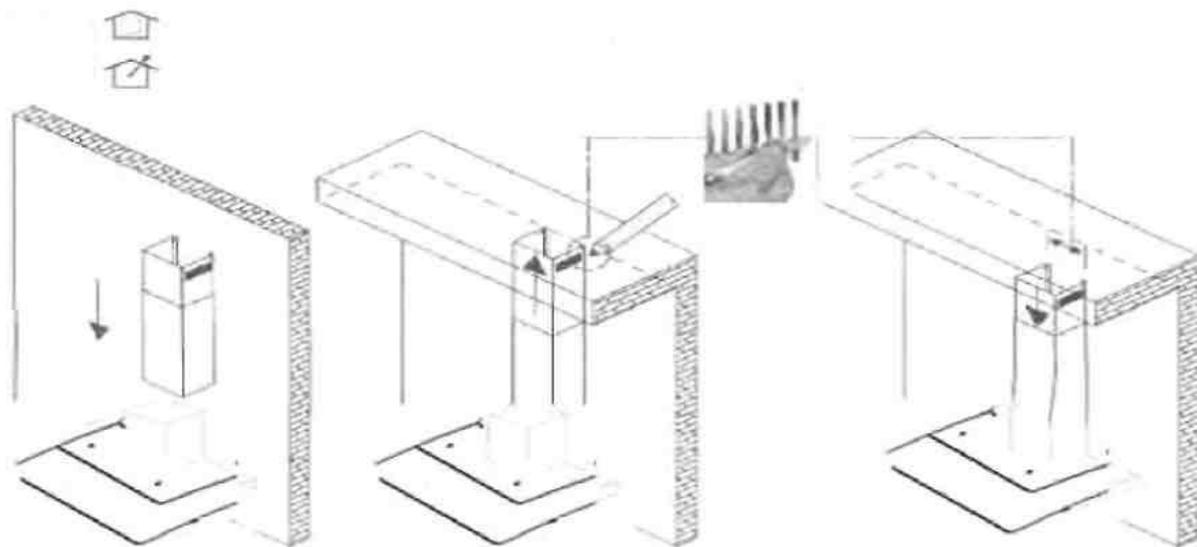

Рис. 8
5. Обозначьте боковую позицию подвижного кожуха „В“ и опустите его обратно вниз (смотрим рис. 8).